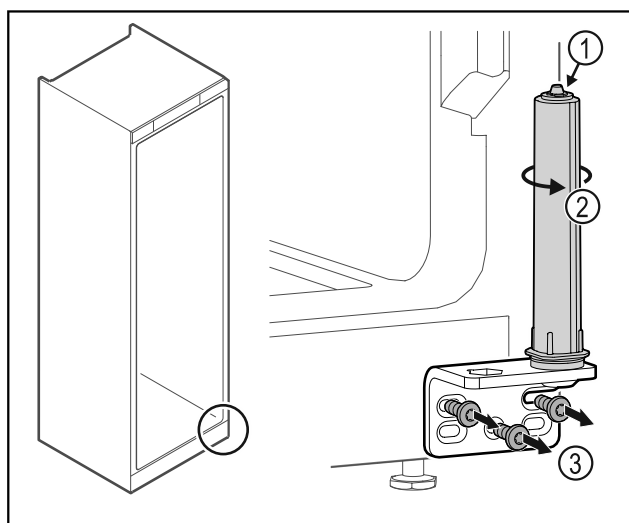

Fig. 28
- ▶ Du må ikke adskille dørlukkesystemet Fig. 28 (1).
- ▶ Drej lukkesystemet Fig. 28 (2), indtil det klikker.
- ▶ Skru hængselvinklen Fig. 28 (3) af.